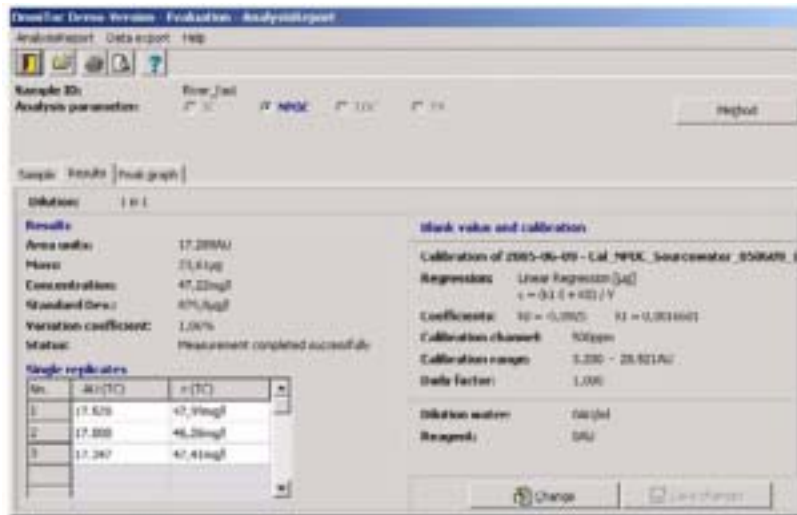
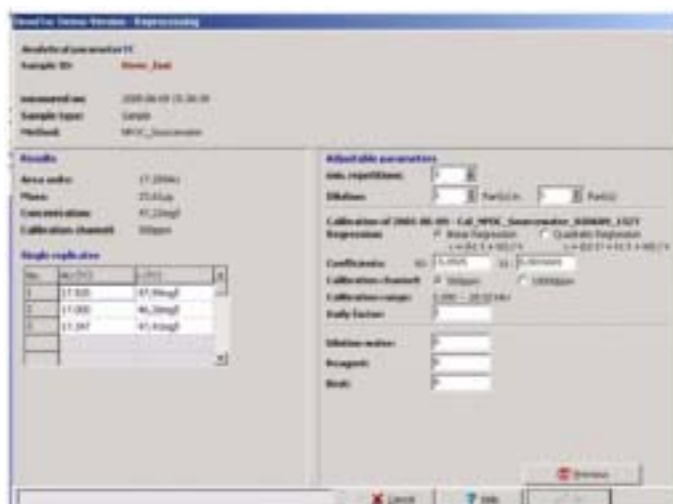

图53 Evaluation Analysis Report (评价分析报告)窗口的Results (结果)选项卡
图54 Edit Results（编辑结果）窗口
Results 选项卡中显示每个测量通道的测量结果(图53)。转换测量通道时选择合适的测量参数。另外还显示标定参数、标定范围、稀释空白和任何其它空白值。
1. 点击CHANGE (更改) 键(图53) 打开Edit Results (编辑结果) 窗口(图54)。